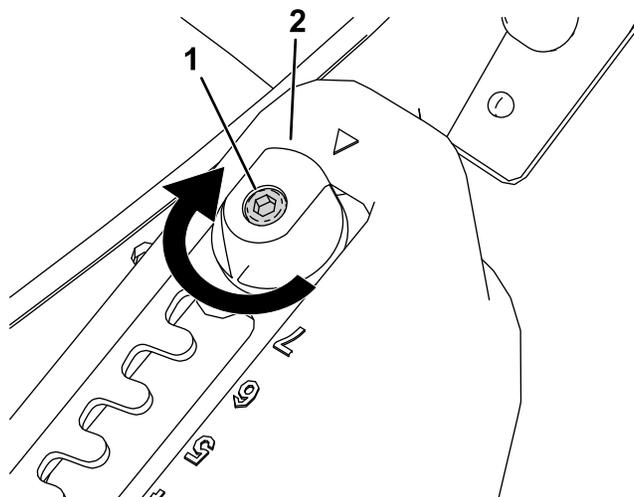
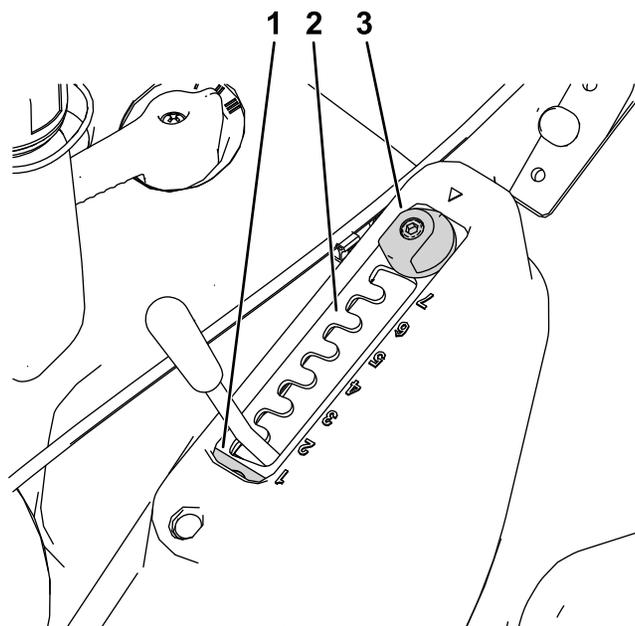

Рисунок 12
Рисунок 13
- Ослабьте крепежный болт планки выбора с помощью шестигранного ключа (Рисунок 12).
- Поверните регулятор Matchcut на 180° (Рисунок 12 и Рисунок 13).